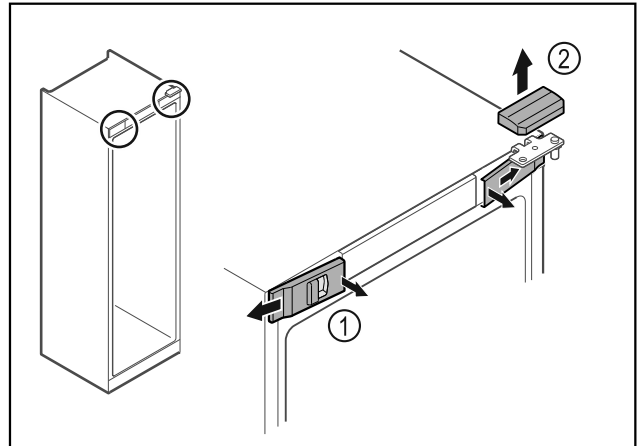

Fig. 17
- ▶ Desencajar las cubiertas delanteras Fig. 17 (1) del interior y dejarlas a un lado.
- ▶ Retirar hacia arriba la cubierta superior Fig. 17 (2).